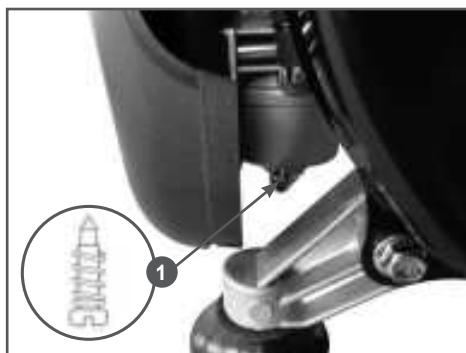

Рис. 14 Слив топлива из карбюратора
- Выкрутите винт сливного отверстия (Рис. 14 п. 1) на 1-2 оборота и слейте топливо из поплавковой камеры карбюратора.